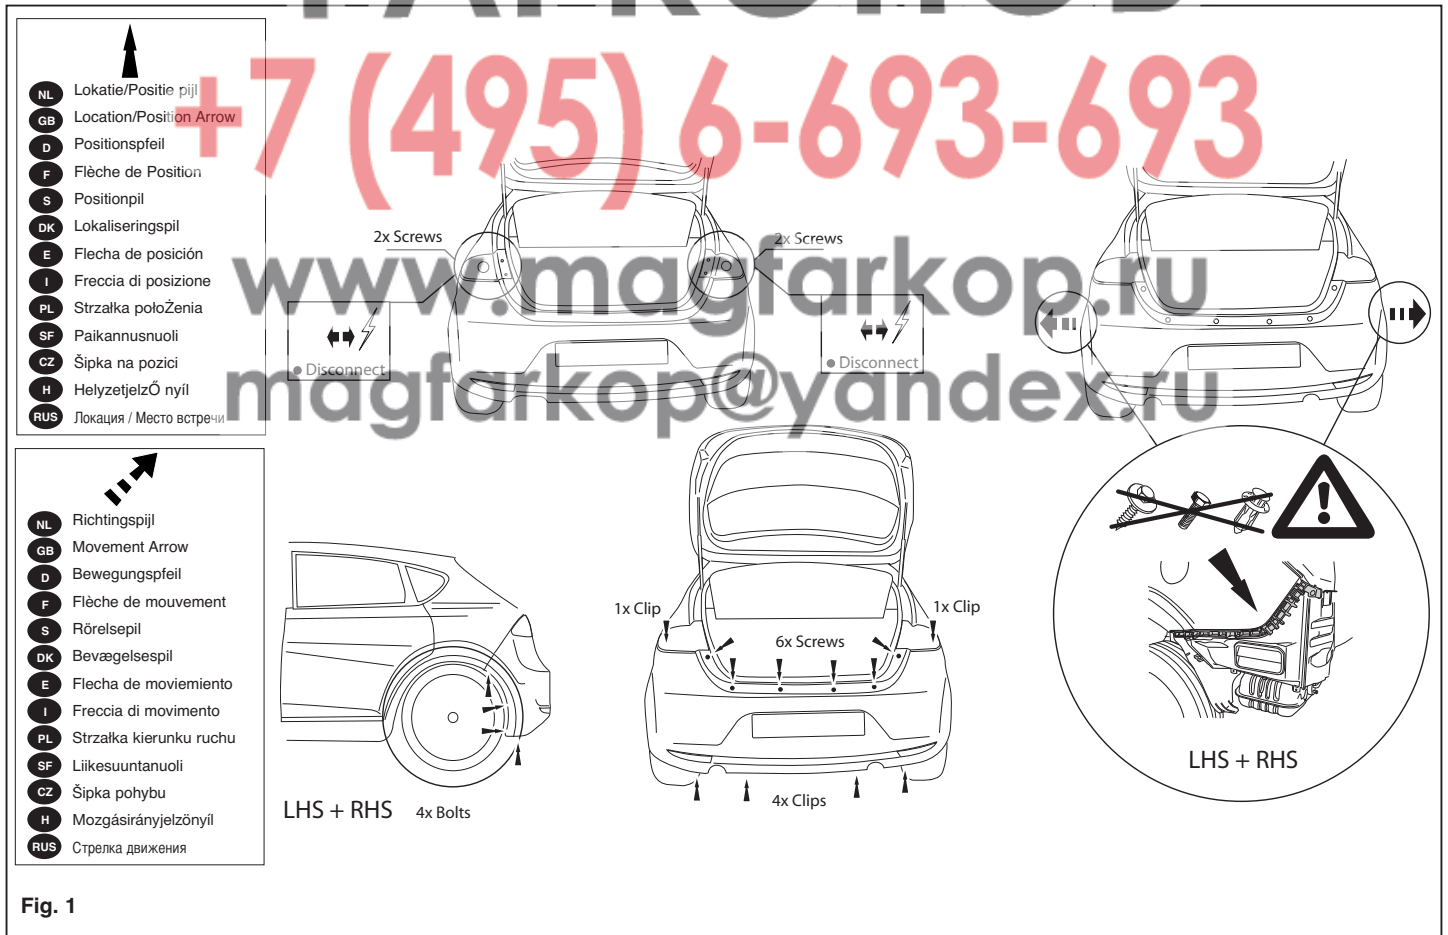

Fig. 1
3. Demonter kofangeren. Se fig. 1.
2. Zamontować zespół tylnych świateł. Patrz rysunek 1.